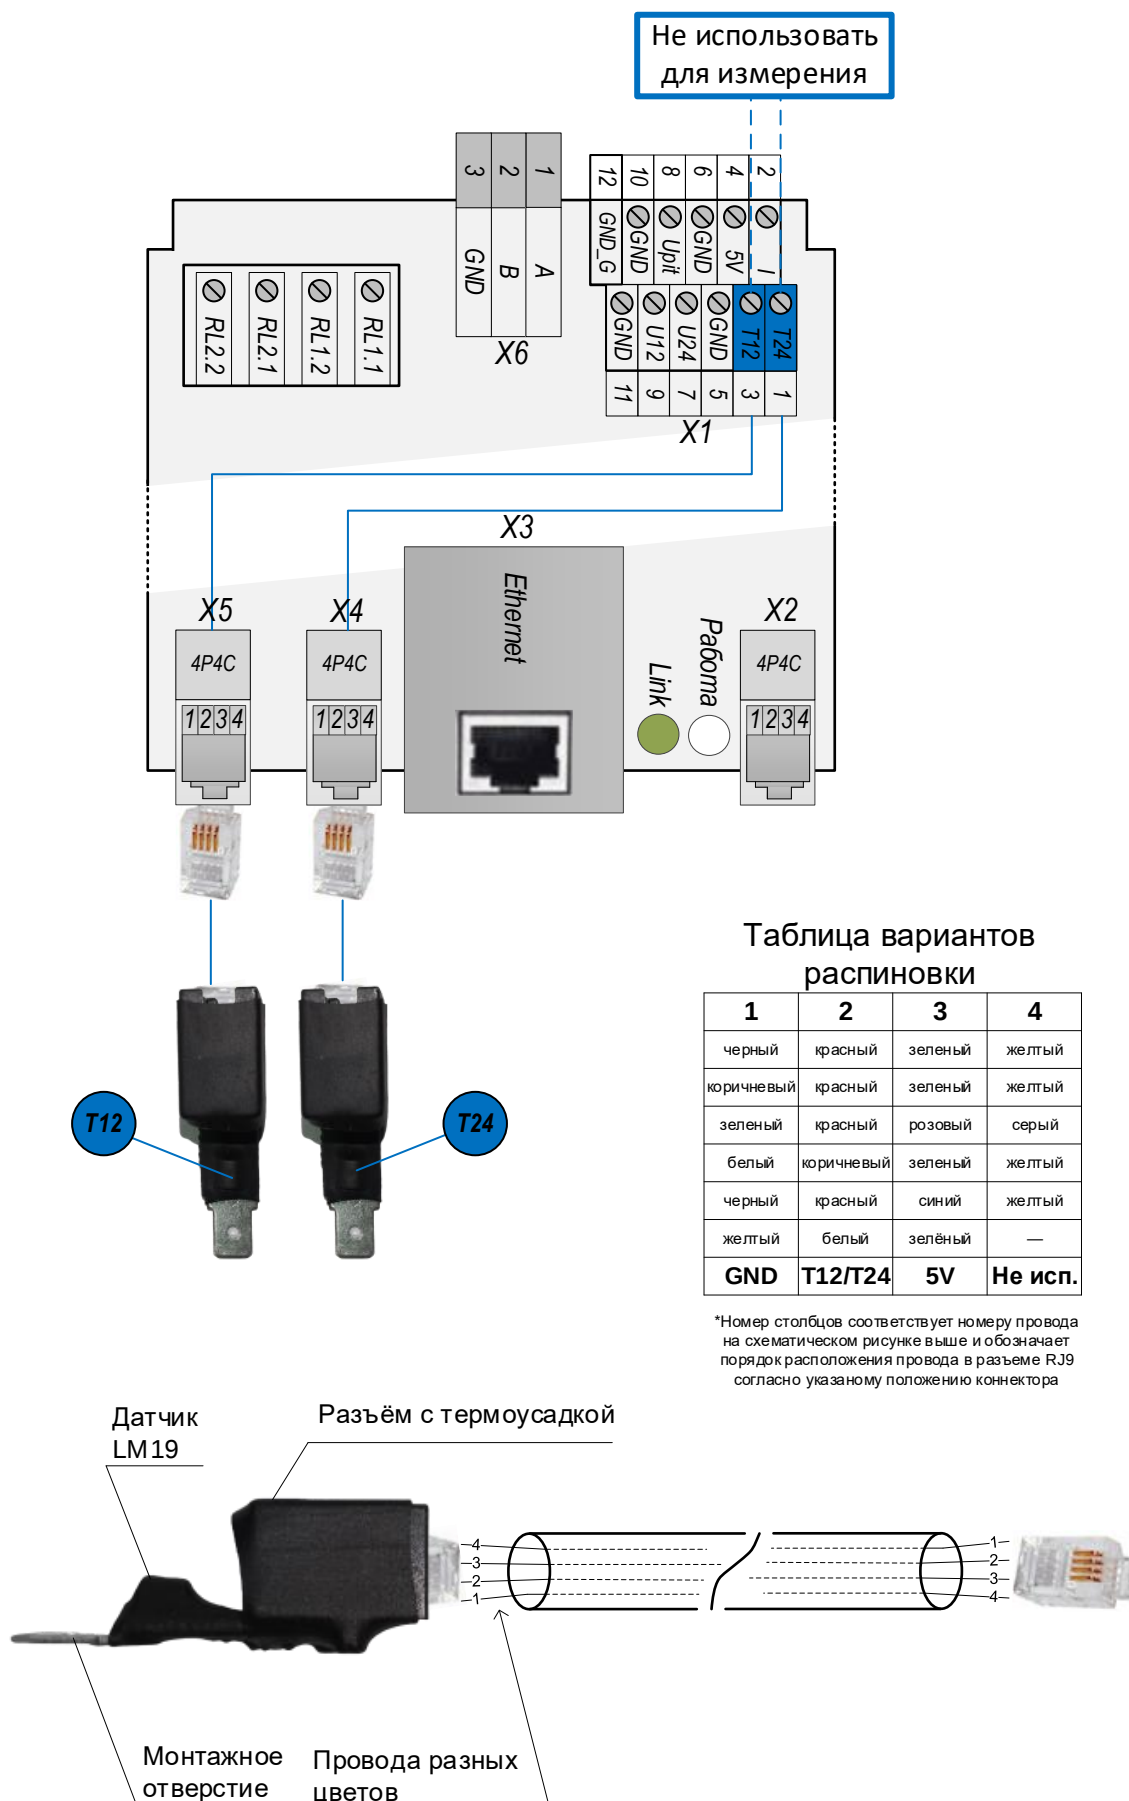
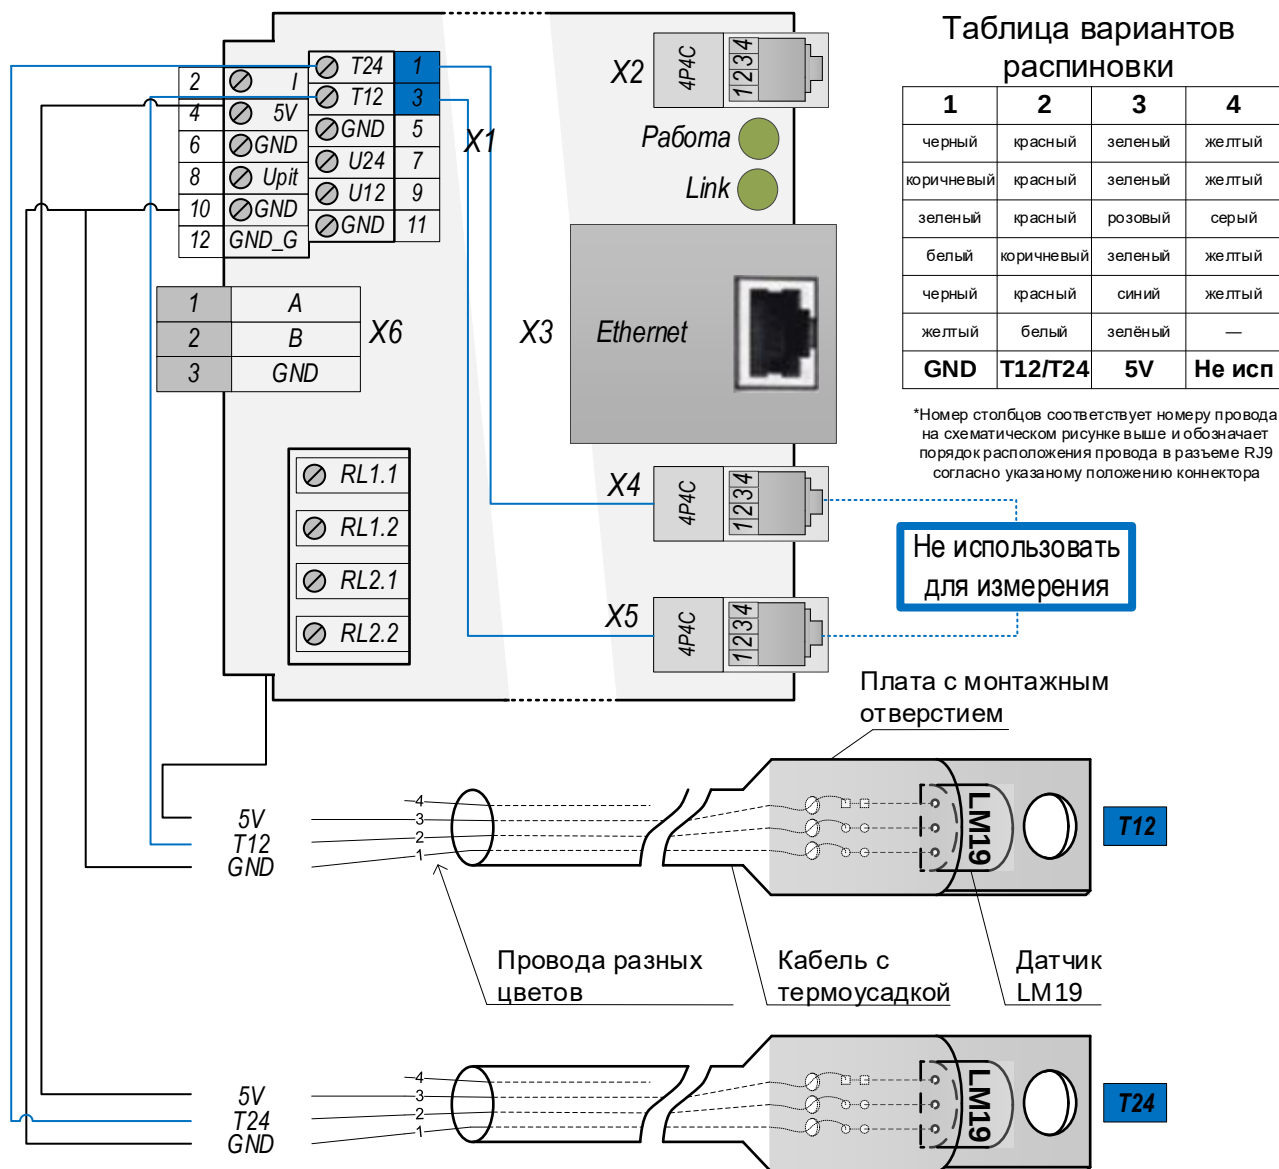

Рис.5.1. Подключение датчиков температуры. Вариант 1
Рис.5.2. Подключение датчиков температуры. Вариант 2
5.2. Следует соблюдать полярность подключения датчика температуры. Если используется тип LM19, то датчик должен располагаться плоской стороной вниз относительно лицевой стороны корпуса прибора (рис.5.1 слева). Если используется ДТ-ЛМ-К, то следует ориентироваться по цвету его проводов (рис.5.2 справа). ПРИМЕЧАНИЕ: при подаче питания с неверно подключенным датчиком он выйдет из строя.